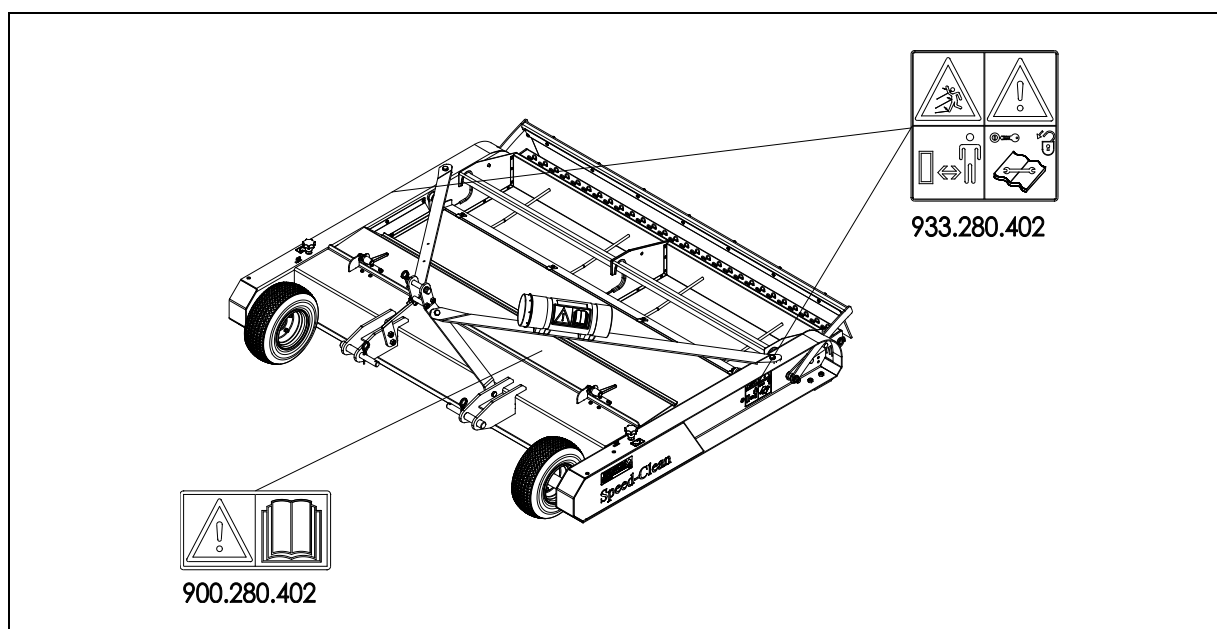

Fig. 5
Der er mærkater (Fig. 5) på begge sider af Speed-Clean med ensartet betydning. Disse sikkerhedsmærkater skal altid være synlige og læselige og skal udskiftes, hvis de beskadiges.
- (7) Placering af sikkerhedsmærkater. (Fig. 5)